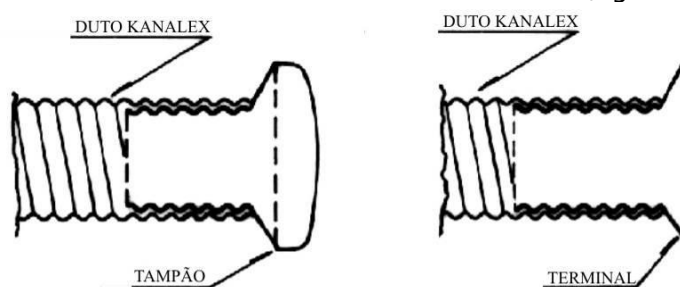

Figura 46
- a) Retirar o tampão do duto KANALEX transformando-o em terminal (Figura 46).